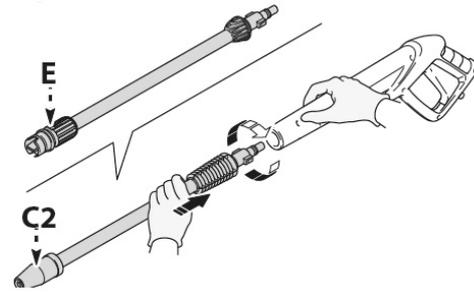

Abb. 8: Montage
Schritt 6: Stecken Sie die Düse (pos. E, Abb. 8) oder Rotoröse (Pos. C2, Abb. 8) in den Anschluss der Spritzpistole und drehen Sie die Lanze um 90° im Uhrzeigersinn, um sie in dieser Position zu verriegeln.